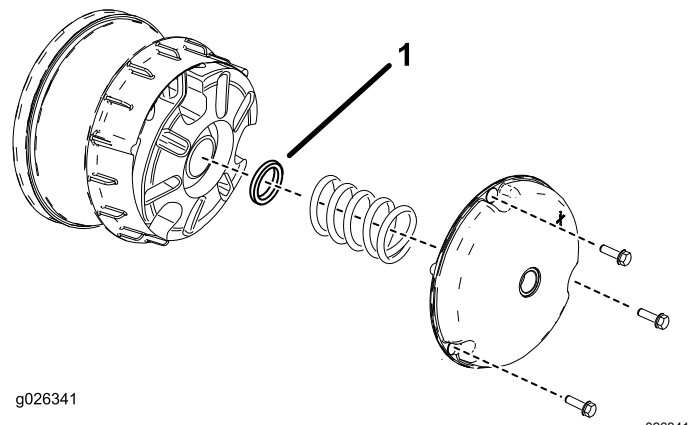

Bild 65
2. Entfernen Sie die Schrauben, mit denen die Abdeckung der Hauptkupplung befestigt ist, wie in Bild 65 abgebildet.